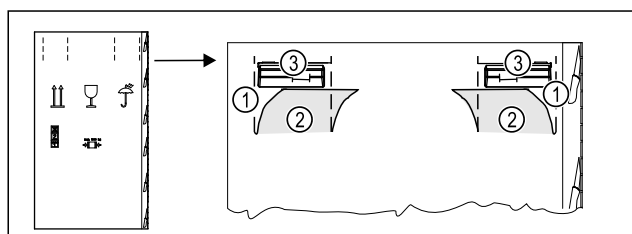

Fig. 5
- Comprimerle il cartone di imballaggio in alto sulla perforazione Fig. 5 (1).
- Estrarre le linguette compresse Fig. 5 (2).
- La maniglia di trasporto Fig. 5 (3) a destra e a sinistra è visibile.
- Tenere l'apparecchio dalle maniglie di trasporto Fig. 5 (3).